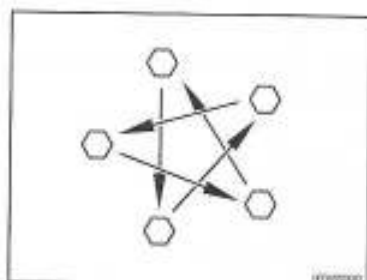

Fig. 214 Serrer en croix les écrous ou les boulons de roue
- Vérifier régulièrement le serrage des écrous ou des boulons de roues. Reserrer alternativement et en croix (Fig. 214) tous les écrous ou les boulons de roue 50 km après le changement d'une roue.
- ▷ Serrer en croix les écrous ou les boulons de roue (Fig. 214).